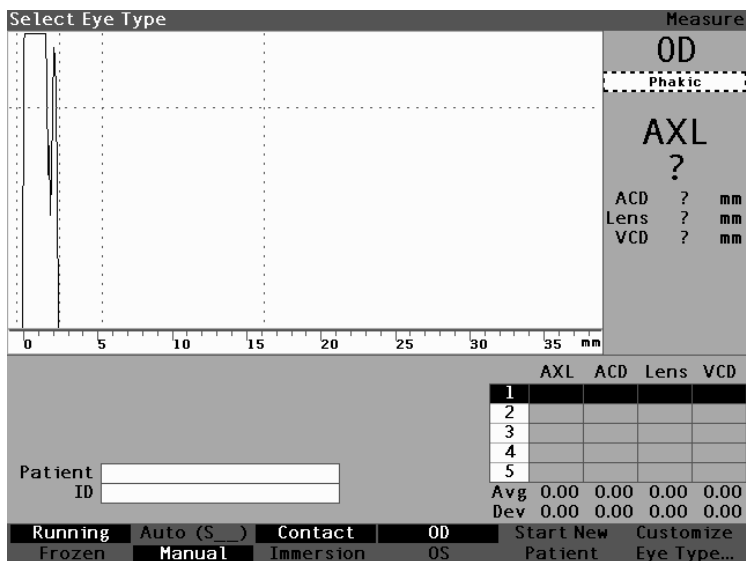

Figura 6-3 Tipo de ojo activo
- Presione el control giratorio o el botón \checkmark para activar el campo, indicado con el borde punteado. (Consulte la Figura 6-3 a continuación).